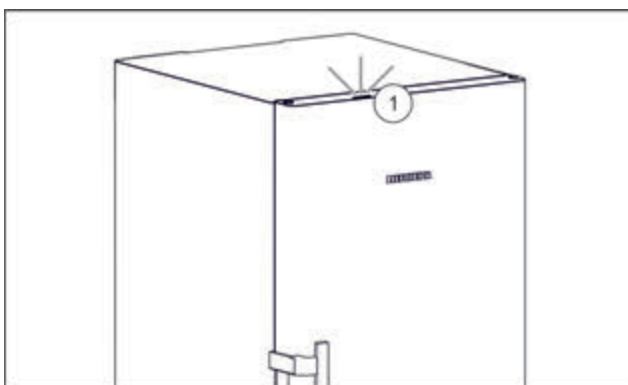

Fig. 51 Активне підсвічування стану, коли дверцята зачинено
- ▷ Підсвічування стану Fig. 51 (1) активовано.